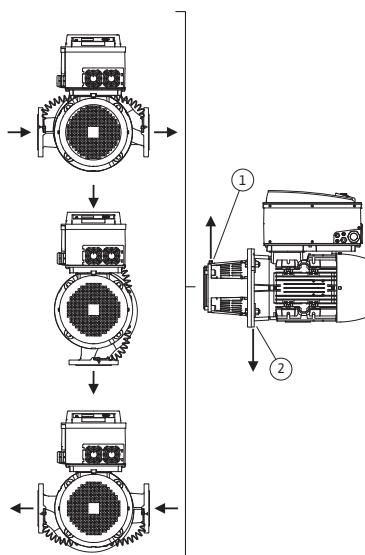
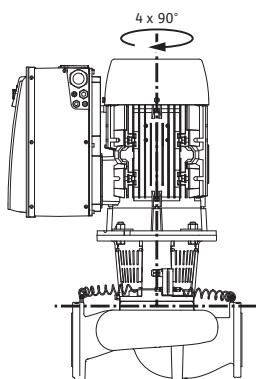

Fig. 18: Povolené montážne polohy s horizontálnym hriadeľom motora
Fig. 19: Povolené montážne polohy s vertikálnym hriadeľom motora
Povolené montážne polohy s horizontálnym hriadeľom motora a elektronickým modulom smerom nahor ( $0^\circ$ ) sú zobrazené na Fig. 18. Nezobrazujú sa povolené montážne polohy s bočne namontovaným elektronickým modulom ( $+/-90^\circ$ ). Prípustná je každá montážna poloha okrem polohy „elektronický modul smerom nadol“ ( $-180^\circ$ ). Odvzdušnenie čerpadla je zabezpečené len vtedy, keď odvzdušňovací ventil smeruje nahor (Fig. 18, pol. 1). Len v tejto polohe ( $0^\circ$ ) je možné vznikajúci kondenzát cielene odvádzat cez príslušnú dieru, medzikus čerpadla, ako aj motor (Fig. 18, pol. 2). Odstráňte zátku na prírube motora.
Povolené montážne polohy s vertikálnym hriadeľom motora sú zobrazené na Fig. 19. Dovolená je akákoľvek montážna poloha, okrem „Motor smerom nadol“.
- Odvzdušňovací ventil na medzikuse (Fig. 6, pol. 1.31) musí pri horizontálnom hriadele motoru vždy smerovať nahor (Fig. 6a; aFig. 6b.). Pri vertikálnom hriadele motoru je povolená každá orientácia. V tejto súvislosti si pozrite aj Fig. 18: „Povolené montážne polohy s horizontálnym hriadeľom motoru“ na strane 24, resp. Fig. 19: „Povolené montážne polohy s vertikálnym hriadeľom motoru“ na strane 24.
- Pri horizontálnom hriadele motoru je potrebné, aby sa diera na odtekanie kondenzátu nachádzala dole (Fig. 18, pol. 2). V prípade potreby sa musí motor zodpovedajúco otočiť.